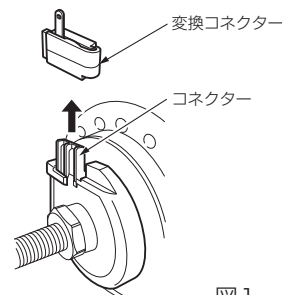

図1
- ハブに変換コネクターがついている場合、ハブとランプの端子仕様を揃える必要はありませんので取り外してください。(図1)